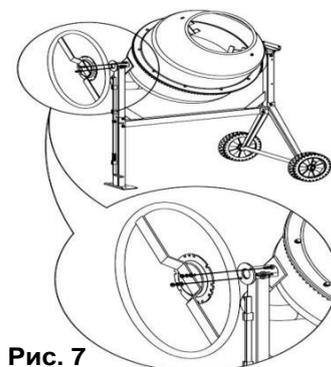

Рис. 7
- Наденьте диск-фиксатор на конец вала со стороны ножек стойки. Закрепите конструкцию двумя болтами М8х20, на каждый болт помещается гровер, шайба и гайка (См. Рис.7).